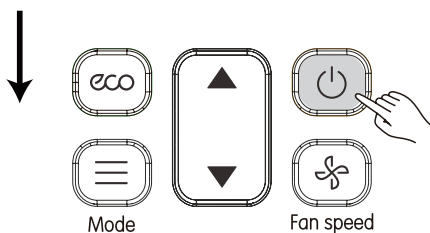

Рисунок 4.2
② Нажатием кнопок ▲ и ▼ отрегулируйте значение параметра;
③ Выполнив регулировку, нажмите  или выждите 5 секунд, чтобы сохранить настройки параметров. Порядок выполнения операций при нажатии данной кнопки показан на Рис. 4.2.